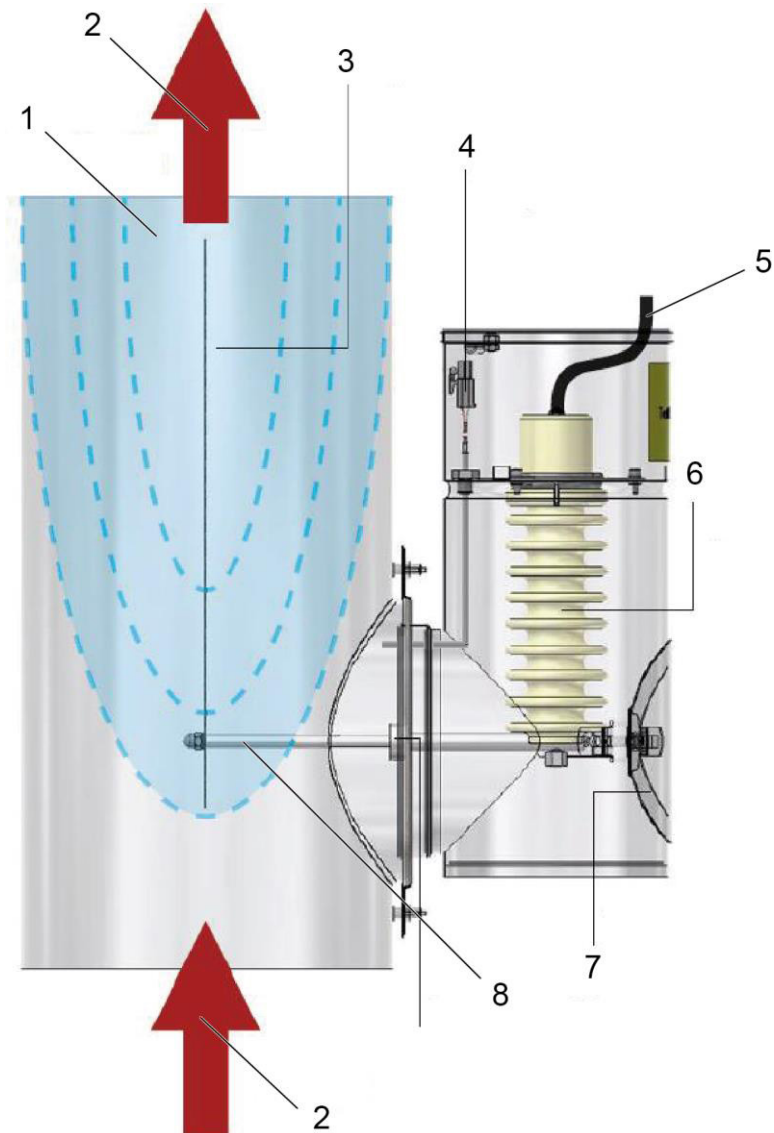

Abb. 13: Baugruppenübersicht Abscheidereinsatz (eingebaut in T-Stück des Airjekt 1)
Einbaurichtung des Partikelabscheider Airjekt 1 beachten (→ rote Pfeile (2) **Abb. 13**), nicht nach unten zeigend montieren, da sich so Staub im Abscheidereinsatz sammeln kann.